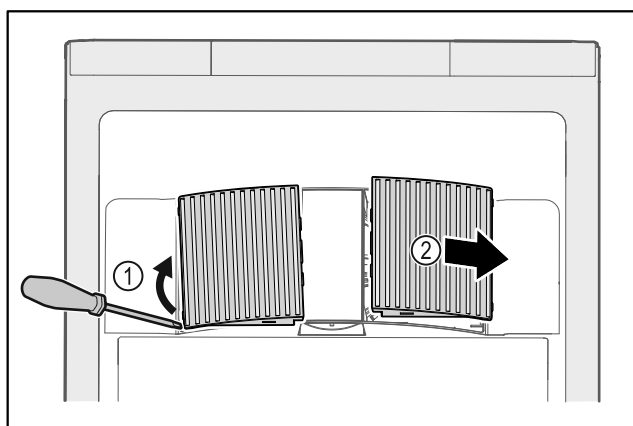

Fig. 228
- ▶ Kangutage ventilaatorikatte ettevaatlikult küljelt välja Fig. 228 (1) ja võtke ettepoole maha Fig. 228 (2).